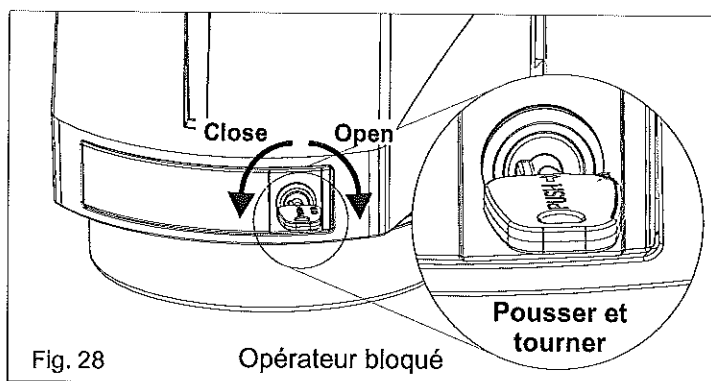

Fig. 28
- Déverrouiller le moteur (voir Fig. 28, 29, 30 et 31).
-Déverrouiller le moteur (voir Fig. 28, 29, 30 et 31).
- Insérer, **pousser** et tourner la clef dans le sens d'aiguilles d'une montre à 90° (Fig.28).